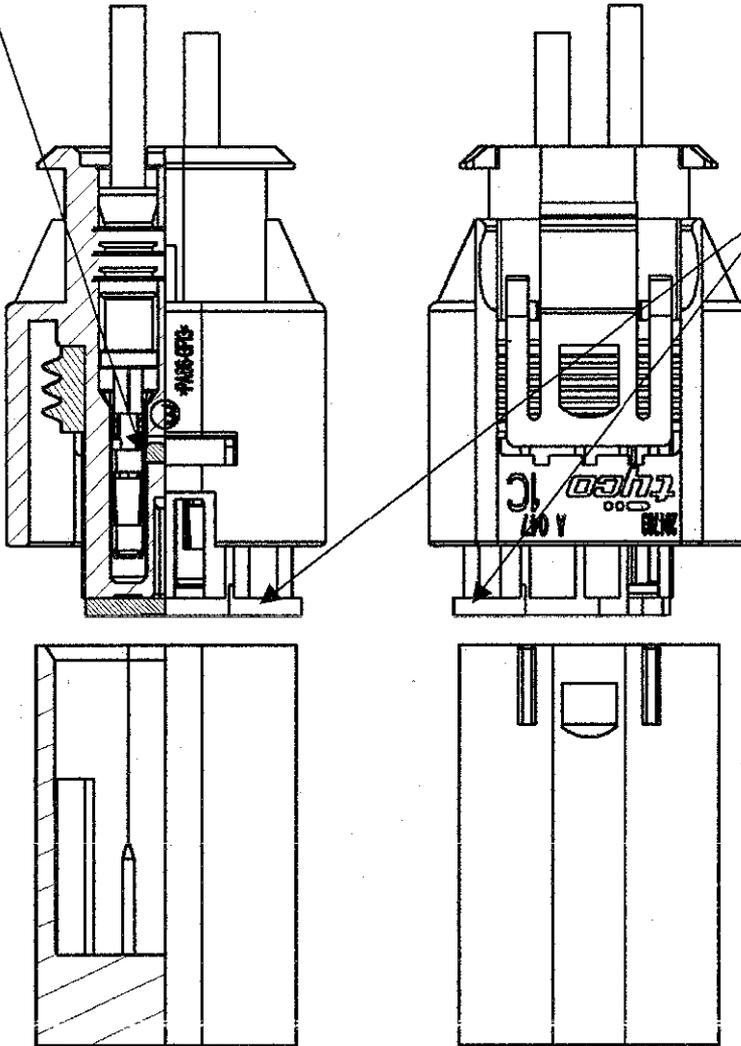

Fig. 14
- If the contacts are not completely inserted, the secondary lock is not in the right position (see pag. 4) and the counterpart can not be mated (see fig 14)
- Se i contatti non sono completamente inseriti il secondary lock non risulta ben inserito (vedere pag. 4) e impedisce l'accoppiamento con la controparte (fig. 14)